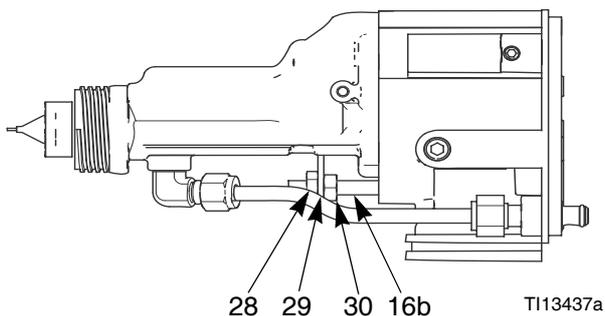

ABB. 26. Stellglied
2. Nehmen Sie den Ladekopf (2) ab, siehe Seite 9.
3. Entfernen Sie die Luftkappe, siehe Seite 30. Entfernen Sie das Pistolenabdeckblech (48).
4. Entfernen Sie Gegenmutter (28), Stellglied (29) und Einstellmutter (30). Siehe ABB. 26. Die Materialdüse (4) muss richtig eingebaut sein, wenn Gegenmutter und Stellglied ausgebaut oder eingebaut werden.
1. Installieren Sie die Einstellmutter (30), das Stellglied (29) und die Gegenmutter (28) an der Kolbenstange (16b). Die Gegenmutter (28) hat einen etwas größeren Sechskant und ein dünneres Profil als die Einstellmutter (30). Siehe Abschnitt ABB. 26 auf Seite 34.